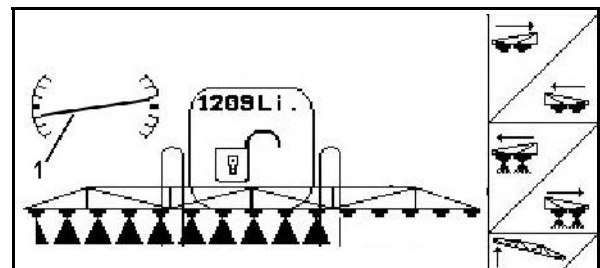

Fig. 87
- Im Display zeigt das Symbol Neigungs-Verstellung (Fig. 87/1) die gespiegelte Spritz-Gestänge-Neigung. Jetzt ist die rechte Spritz-Gestänge-Seite angehoben.